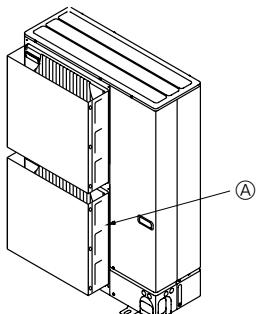

Fig. 2-4
- ② Installare una guida per la bocca di uscita dell'aria opzionale nel caso l'unità venga installata in un luogo dove vento forte causato da tifoni o da fenomeni simili possano penetrare direttamente nella bocca di uscita dell'aria. (Fig. 2-4)